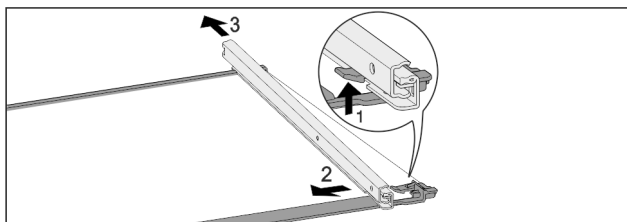

Fig. 104 Płyta szklana z szynami
- ▶ Wcisnąć przedni hak ryglujący do góry. Fig. 104 (1)
- ▶ Wsunąć prowadnicę w bok Fig. 104 (2) i do tyłu Fig. 104 (3).